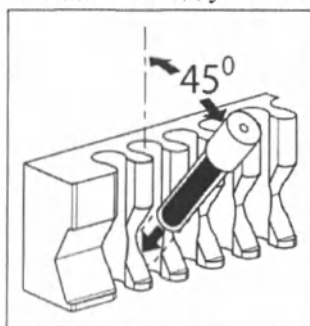

Рисунок 1
- a. Поместите индикатор в металлический блок (см. рисунок 1). Поместите нижнюю часть индикатора в металлический нагревательный блок инкубатора так, чтобы индикатор находился под углом приблизительно 45° .